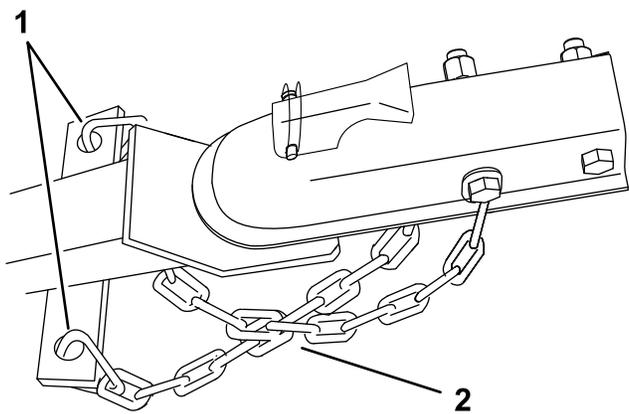

Figure 14
3. Accrochez chaque bout de la chaîne au point de montage de la chaîne de sécurité du véhicule tracteur à l'aide des maillons d'attache (Figure 14).